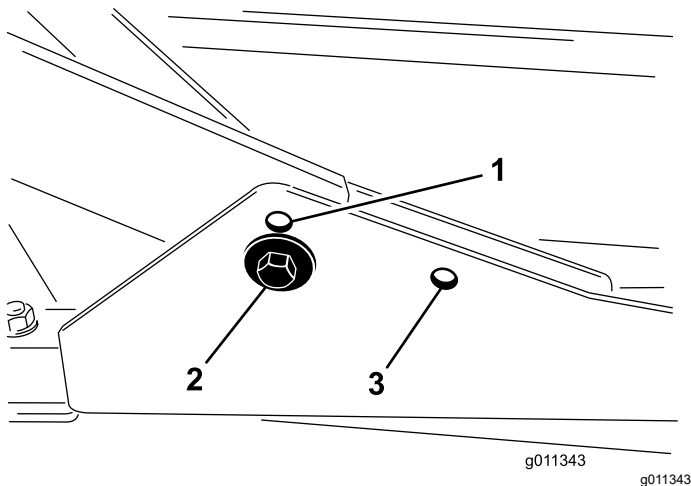

图 2
1. 如果除草高度介于 27.6cm 之间请将前承载架安装在下方的前安装孔内图 2。
2. 如果除草高度介于 6.310cm 之间请将前承载架安装在上方的前安装孔内图 2。
对于所有除草高度后除草刀盘都应安装在后安装孔内图 2。